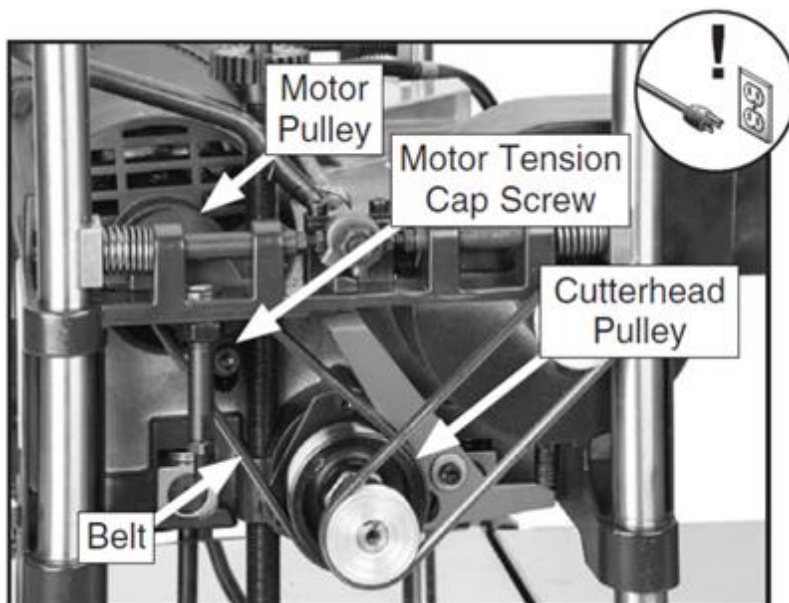

Рисунок 40. Приводной ремень и шкивы.
6. Ослабьте винт крышки натяжителя двигателя (см. рис. 40), чтобы уменьшить натяжение ремня, и снимите старый ремень со шкивов.